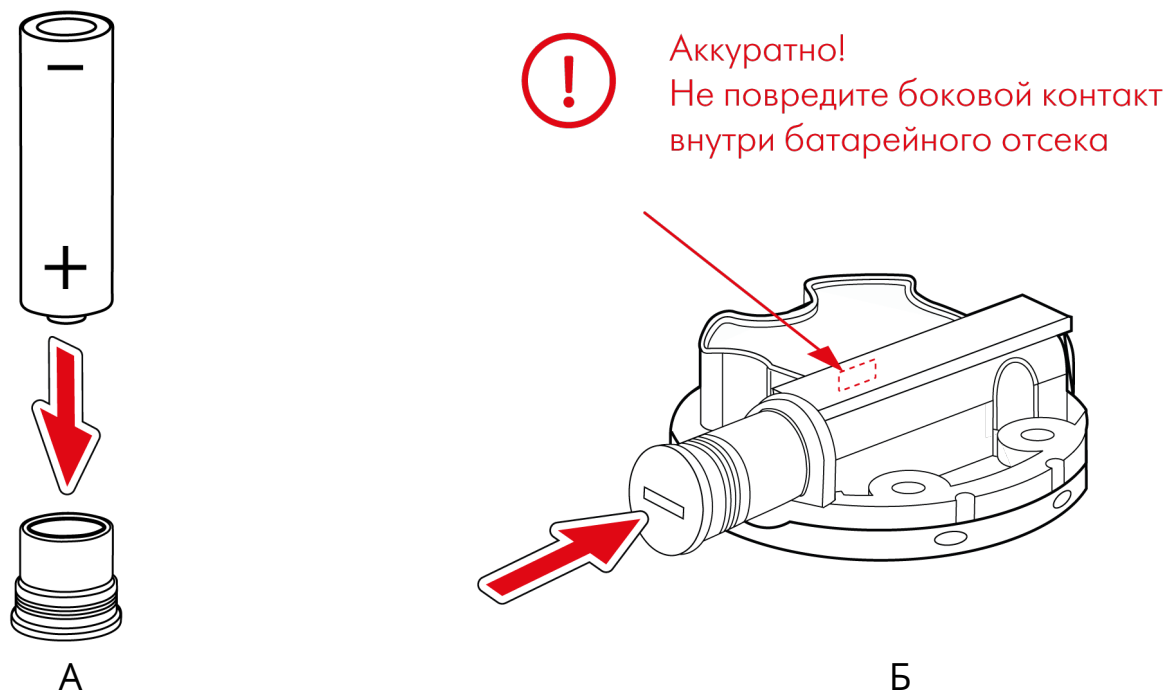

Рис.41. Замена батареи.
3. Взять новую батарею из комплекта WSB-1 и поместить плюсовым контактом в новую резьбовую заглушку с уплотнительными резиновыми кольцами (**Рис.41, А**).
4. Аккуратно установить в отсек новую батарею с резьбовой заглушкой (**Рис.41,Б**).